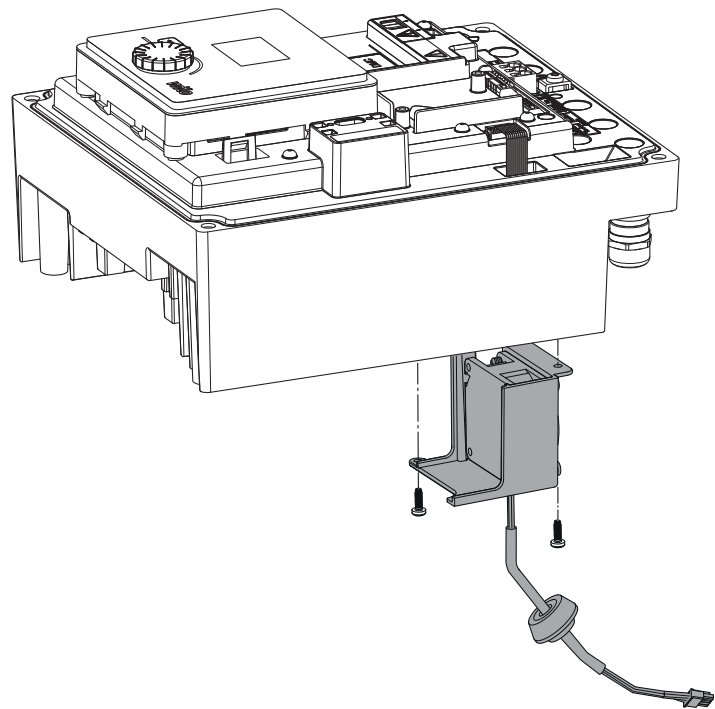

Fig. 45: Scoateți ventilatorul modulului, inclusiv cablul și garnitura din cauciuc
- Deschideți capacul modului electronic. (Fig. 45).